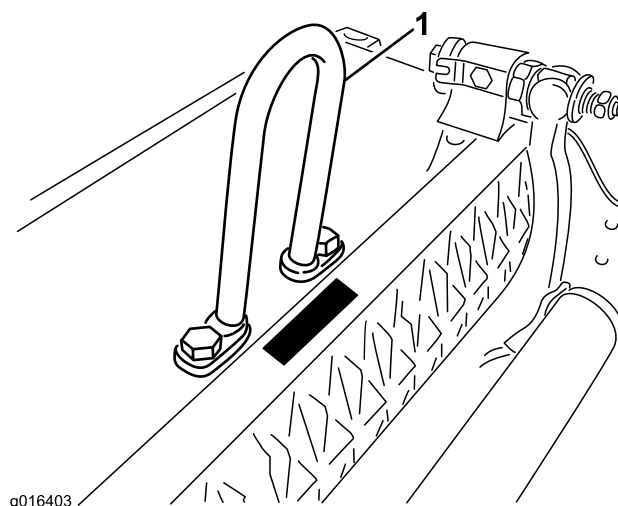

Figure 3
Fixez l'étrier de levage en haut du plateau de coupe au moyen de (2) vis à tête. Serrez les vis à un couple de 34 à 40 Nm (Figure 3).